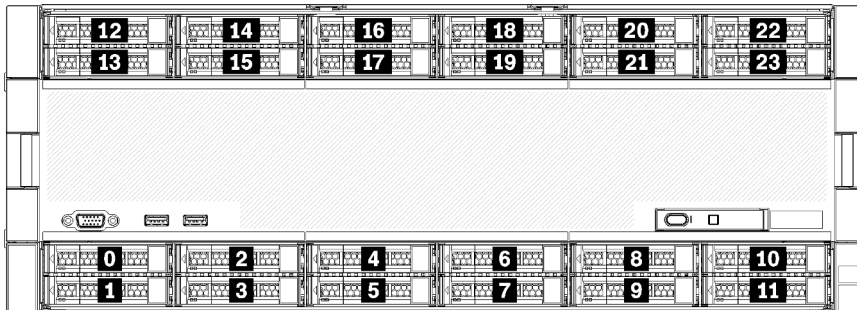

Figura 11. Ubicaciones de bahías de unidad
- Las dos unidades superiores admiten unidades de interfaz SAS, SATA o NVMe (Lenovo AnyBay). El servidor puede admitir hasta 12 unidades NVMe, según la configuración del servidor. Las bahías de unidad con capacidades NVMe son las bahías pares, como se muestra en Figura 11 “Ubicaciones de bahías de unidad” en la página 28.